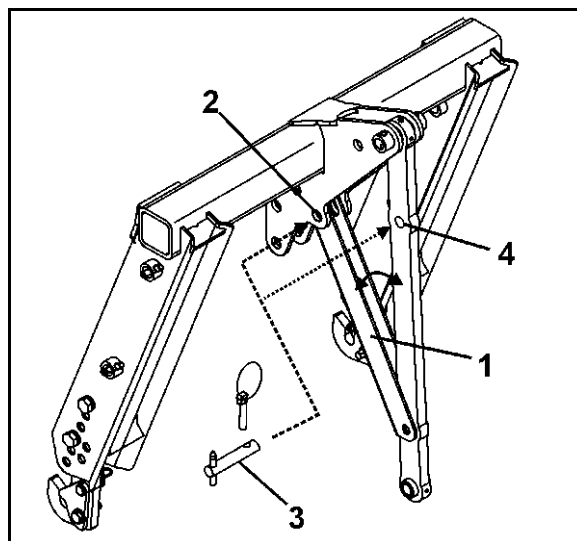

Fig. 43
3. Sving sikringsafstivningen (Fig. 43/1)
- o i transportposition (Fig. 43/2).
- o i parkeringsposition (Fig. 43/4).
4. Fastgør sikringsafstivningen med bolten (Fig. 43/3), og sørg for at sikre den med ringsplitten.